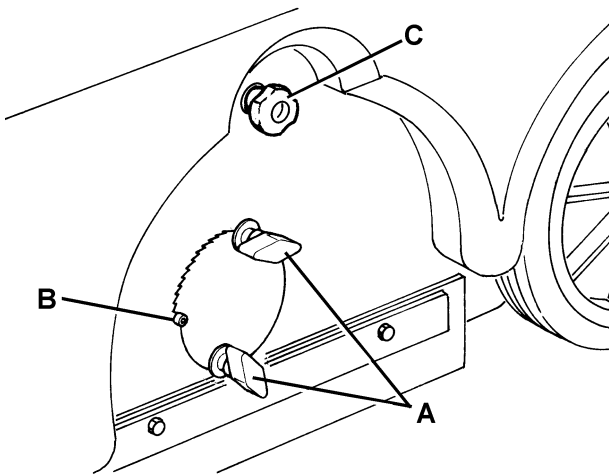

Figure 6
1. Amener la machine sur un sol plat et activer le frein à pédale (26), si équipé.
2. Tourner la clé de contact (71) sur "0".
3. Desserrer les poignées (A, Fig. 6) sur les deux côtés de la machine.
4. Déplacer les index de variation de la hauteur (B, Fig. 6) du balai central jusqu'à porter le balai à la distance maximum du sol. Serrer les poignées (A, Fig. 6).
5. Ouvrir le coffre (7).
6. Desserrer la poignée (C, Fig. 6) sur le côté gauche de la machine.
13. Serrer la poignée (C, Fig. 6).